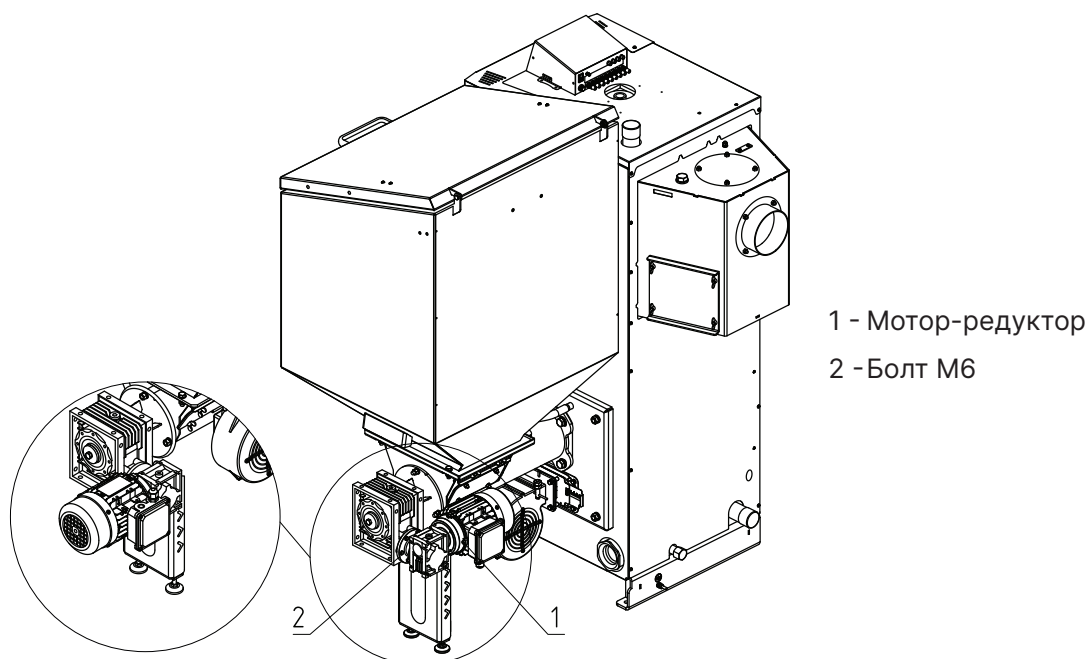

Рис.10 Изменение положения мотор-редуктора
В котле имеется возможность поменять положение двигателя мотор-редуктора **см. Рис.10.**
1. Выкрутите 4 болта М6 (**Рис.10, поз.2**);
2. Снимите мотор-редуктор (**Рис.10, поз.1**);
3. Переверните его по горизонтали на 180° как показано на **Рис.10**;
4. Зафиксируйте мотор-редуктор (**Рис.10, поз.1**) болтами М6 (**Рис.10, поз.2**).